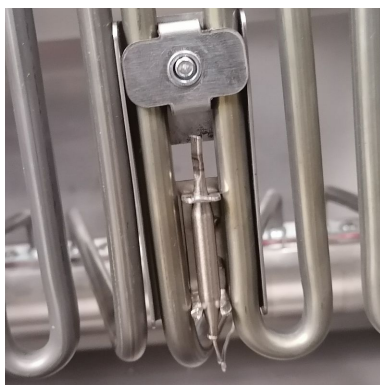

Рисунок 6
4. Закрепите баллон в кронштейне, см. Рис. 6.